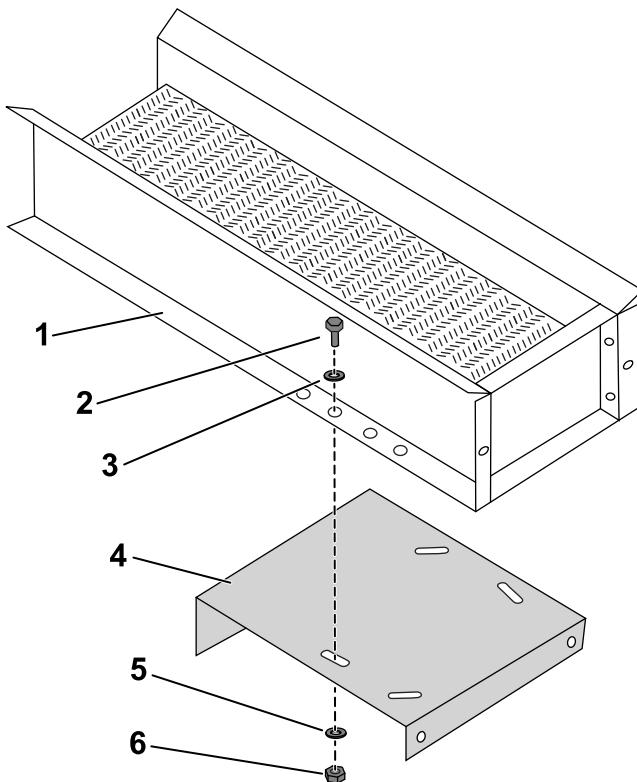

Рисунок 12
- Используйте имеющиеся крепежные детали для крепления транспортера к верхнему кронштейну (Рисунок 12).